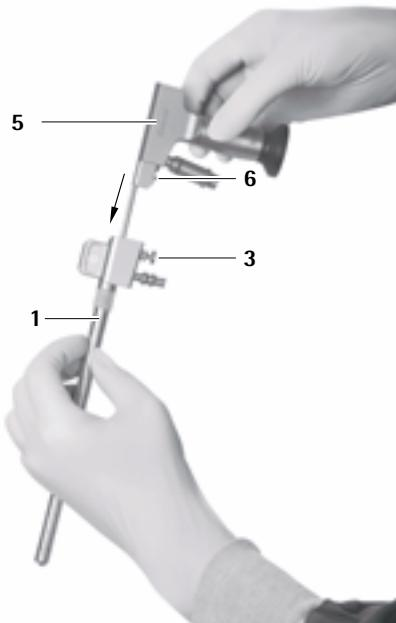

Afb. 13
- ▶ Verwijder draagarmadapter 11, zie Afb. 13.